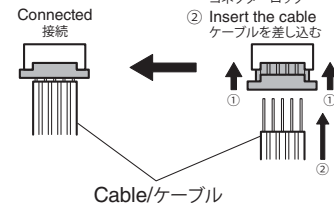

Fig. 2
- Remove CB901 and remove the DIGITAL (3) P.C.B.. (Fig. 2)
4. Removal of DIGITAL (1) P.C.B.
- Remove 3 screws. (⑩). (Fig. 2)
- Remove CB34, CB73, CB904, CB913 and CB31 (B, G, F models). (Fig. 2)
- Unlock and remove CB906-907 and CB911. (Fig. 2)
- Remove the DIGITAL P.C.B. which is connected directly to the OPERATION (2) P.C.B. with board-to-board connectors. (Fig. 2)
- ⑦ のネジ 2 本を外します。 (Fig. 2)
- AM/FM チューナーに接続されているケーブルを外し、AM/FM チューナーを取り外します。 (Fig. 2)
- ⑩ のネジ 3 本を外します。 (Fig. 2)
- CB34、CB73、CB904、CB913 を外します。 (Fig. 2)
- ロックを外し、CB906～907、CB911 を外します。 (Fig. 2)
- DIGITAL P.C.B.を取り外します。ただし、DIGITAL P.C.B.は OPERATION (2) P.C.B. に基板対基板コネクタで直接接続されています。 (Fig. 2)
- Remove screw (⑪), 2 screws (⑫) and 5 screws (⑬). (Fig. 2)
- ⑪ のネジ 1 本、⑫ のネジ 2 本、⑬ のネジ 5 本を外します。(Fig. 2)